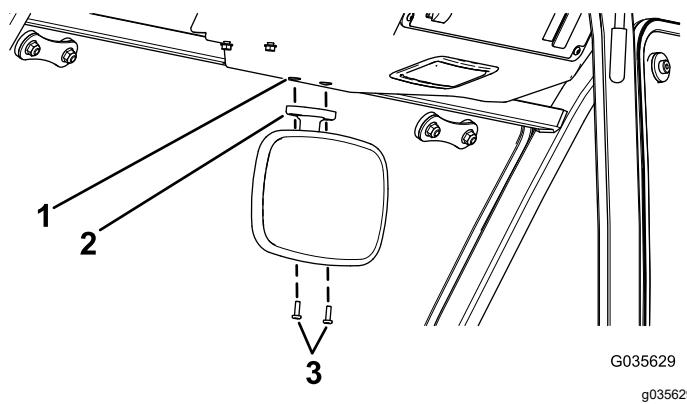
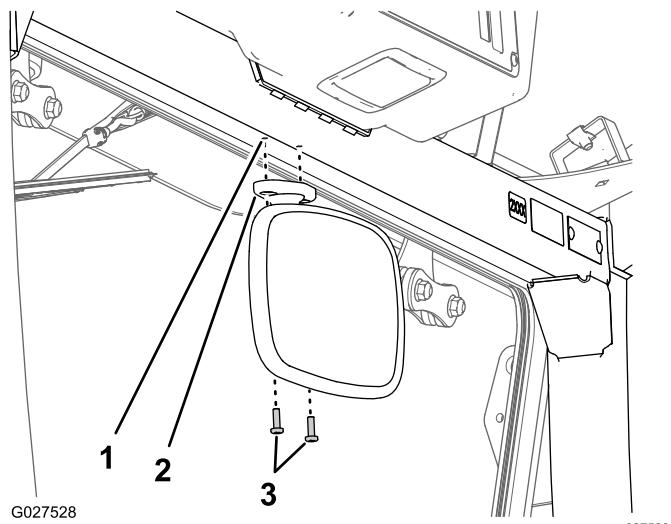

Figure 3
Figure 4
- Alignez les trous du support du rétroviseur et les trous du cadre supérieur de la cabine (Figure 3 ou Figure 4).
- Fixez le rétroviseur sur le cadre de la cabine au moyen des 2 vis cruciformes (nº 10 x $\frac{5}{8}$ "'), comme montré à la Figure 3 ou la Figure 4.